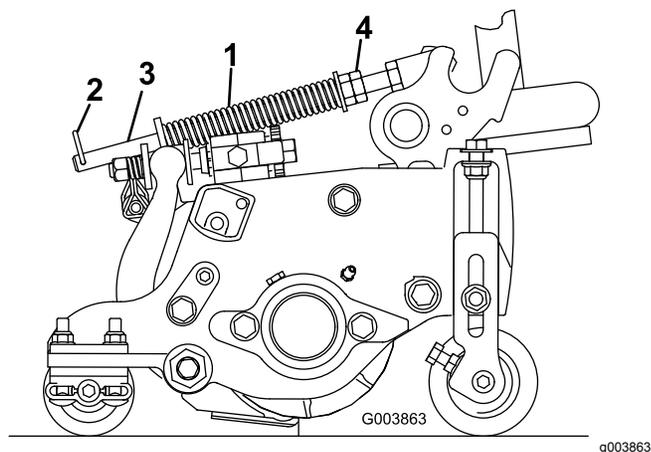

Рисунок 15
1. Убедитесь, что игольчатый шплинт вставлен в заднее отверстие штока пружины (Рисунок 15).
2. Затяните шестигранные гайки в передней части штока пружины так, чтобы сжатая длина пружины стала равна 12,7 см на машине с 5-дюймовыми режущими блоками или 15,9 см на машине с 7-дюймовыми режущими блоками (Рисунок 15).
Пружина компенсации состояния грунта переносит вес с переднего на задний каток (Рисунок 15). Это препятствует образованию на грунте волнообразных неровностей (так называемых «волн» или «трясок»).